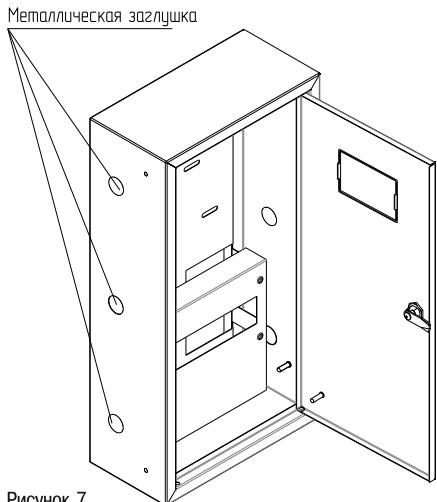

Рисунок 7
5.6 Удалите на левой или правой поверхности (в зависимости от того, какая будет примыкать к коробу КЭТ) заглушки отверстий или одного отверстия, если ввод и вывод проводов в ЯУР будет осуществляться через одно отверстие (рисунок 7). Контуру полученного отверстия не должен иметь заусенцев и острых кромок.